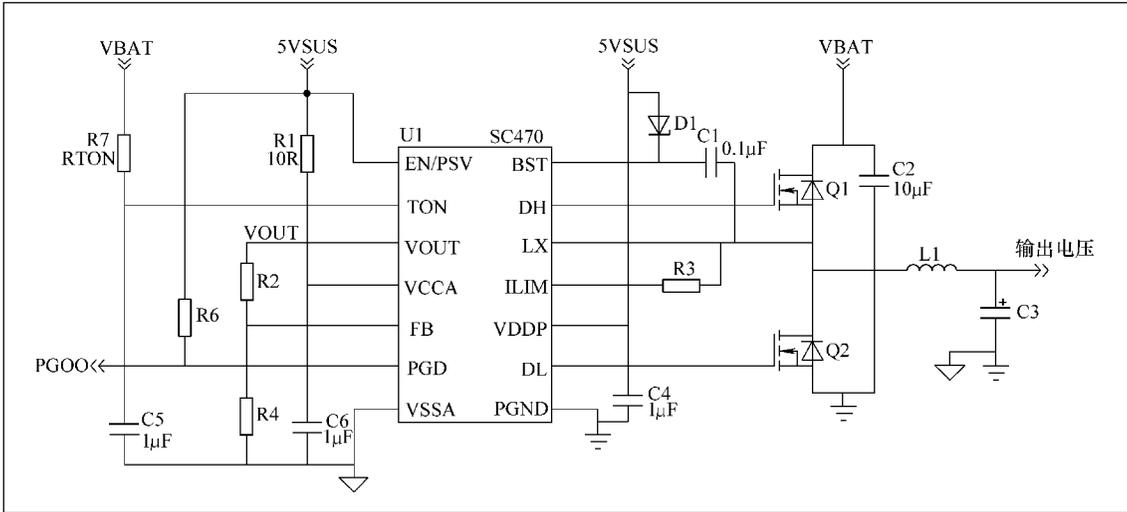

图 3-36 由 SC470 组成的显卡供电典型电路原理图
由 SC470 组成的显卡供电典型电路原理图如图 3-36 所示。在按下电源开关前，开机芯片输出的“KBC3-PWRON”控制信号为低电平，该控制信号使 SC470 的①脚（EN/PSV，使能控制端，高电平时开始正常工作）为低电平，此时 SC470 停止工作。当按下电源开关后，开机芯片输出的“KBC3_PWRON”控制信号转为高电平，该控制信号使 SC470 的①脚为高电平，SC470 开始工作。⑨脚（DL，低侧栅极驱动器输出）、⑬脚（BST，开关管驱动信号输出端）输出相位相反的两路 PWM 波形信号，控制场效应晶体管 Q1、Q2 的导通与截